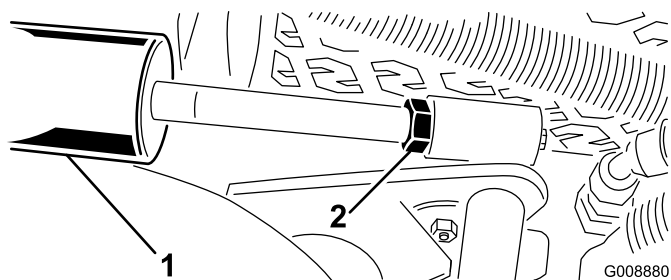

Figura 26
- A. Abbassate l'apparato di taglio e allentate il controdado sul cilindro (Figura 26).